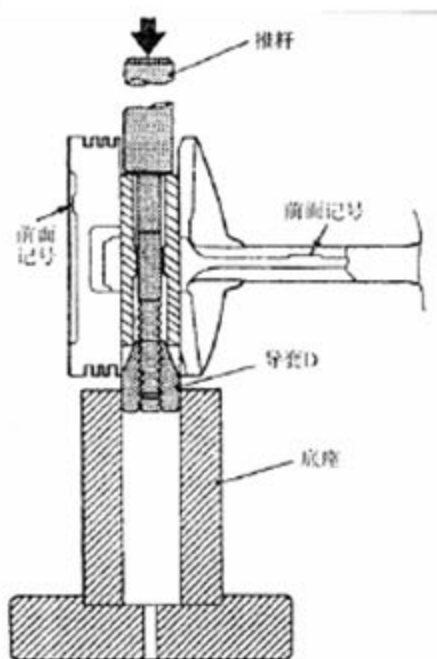

图 3-43
A). 如图 3-43, 从前面箭头记号侧插入推杆 (专用将活塞和连杆总成装在工具), 然后装导套 D。